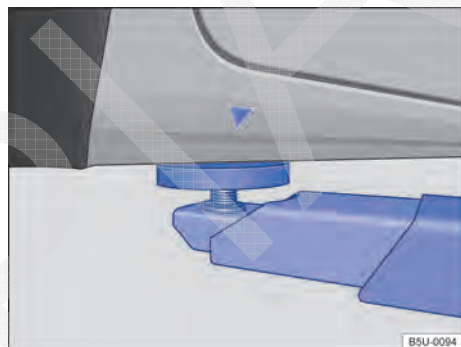
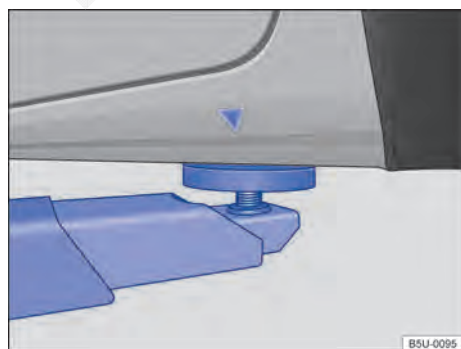

Fig. 207 Pontos de apoio dianteiros para a suspensão com plataforma elevatória ou com macaco.
Fig. 208 Pontos de apoio traseiros para a suspensão com plataforma elevatória ou com macaco.
O veículo deve ser suspenso somente pelos pontos indicados nas figuras → Fig. 207 e → Fig. 208. Se o veículo não for suspenso pelos pontos indicados, podem ocorrer danos no veículo → ⚠ e ferimentos graves → ⚠.
- Suspender o veículo somente pelos pontos indicados nas figuras → Fig. 207 e → Fig. 208. Se o veículo não for suspenso pelos pontos indicados, o veículo poderá cair da plataforma elevatória quando, por exemplo, o motor ou a suspensão for desmontado.